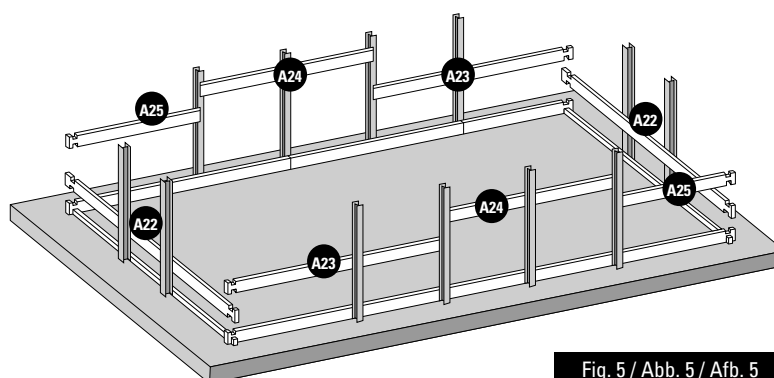

Fig. 5 / Abb. 5 / Afb. 5
- EN** **2nd LAYER OF BOARDS:** • Install the second layer of boards as shown in figure 5. • There is a wooden wedge in the structure packet to correctly assemble the boards. • Never directly hit against the boards. You would damage the pegs and would weaken the structure. Do not hit them with anything metallic. This would inevitably damage the wood. • Try to correctly assemble the boards right from the start. There should not be any space between each layer of boards to avoid maladjustment of the higher boards.
- FR** **2^{ÈME} RANGÉE DE MADRIERS :** • Positionnez les madriers de la deuxième rangée conformément à la figure 5. • De manière à emboîter correctement les madriers, une cale en bois est à votre disposition dans le colis de structure. • Ne pas taper directement sur les madriers. Cela abîmerait les languettes et nuirait à la solidité de la structure. • Ne pas frapper avec une pièce métallique. Cela détériorerait le madrier irrémédiablement. • Veillez à emboîter bien à fond les madriers dès le départ. Il ne doit pas y avoir d'espace entre chaque rangée pour éviter un décalage au niveau des madriers supérieurs.
- DE** **2. BRETTERRIHE:** • Platzieren Sie die Bretter der zweiten Reihe laut Abb. 5. • Um die Bretter richtig anbringen zu können, finden Sie einen Holzkeil im Paket des Tragwerks. • Nicht direkt auf die Bretter klopfen. Das würde die Zapfen und die Festigkeit des Tragwerks beschädigen. • Nicht mit einem Metallteil darauf klopfen. Es würde das Holz unabänderlich beschädigen. • Versuchen Sie, die Bretter von Anfang an tiefgehend ineinander zu fügen. Zwischen den Reihen darf kein Platz sein, um eine Fehlanpassung der oberen Bretter zu vermeiden.
- NL** **2^E RIJ PLANKEN:** • Plaats de planken van de tweede rij zoals aangegeven op afbeelding 5. • Om de planken correct te assembleren, zit er een houten wig in het pakket van het frame. • Sla niet direct op de planken. Daardoor gaan het profiel kapot en wordt de stevigheid van het frame ondermijnd. • Sla er niet direct op met metaal. Hierdoor raakt het hout onherstelbaar beschadigd. • Zorg ervoor dat de planken vanaf het begin stevig op elkaar aansluiten. Er mag geen ruimte tussen de rijen overblijven, om te voorkomen dat de bovenste houtdelen onregelmatig uitkomen.